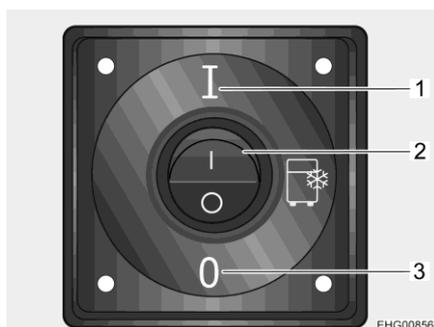

Fig. 54 Interruttore di accensione/spengimento del frigorifero portatile
- Portare l'interruttore a bilico (Fig. 54,2) nella posizione I (Fig. 54,1).
- Portare l'interruttore a bilico (Fig. 54,2) nella posizione 0 (Fig. 54,3).